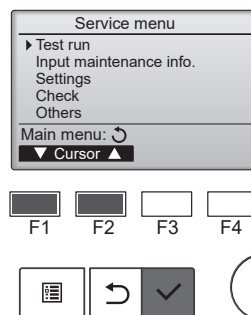

Fig. 7-1
- (1) Velg "Test run" (Testkjøring) fra Service-menyen, og trykk på [VELG]-knappen. (Fig. 7-1)